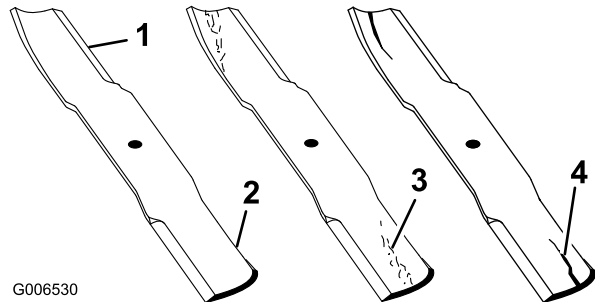

Figura 84
1. Controllate i taglienti (Figura 84). Se i taglienti non sono affilati o mostrano delle tacche, togliete le lame e affilatele. Vedere (pagina).
2. Controllate le lame, in particolare l'area curva (Figura 84). In caso di danni, usura o scanalature nell'area (Figura 84), montate immediatamente una nuova lama.